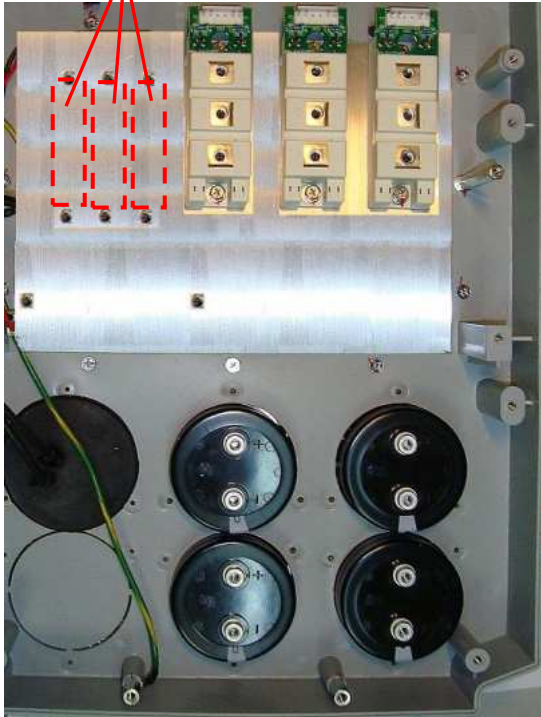

Рис. 7.10
7.6.2. Протереть радиатор в месте установки модуля салфеткой, смоченной СБС (рис. 7.10).